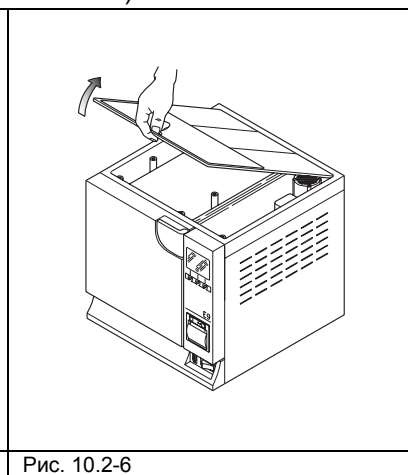
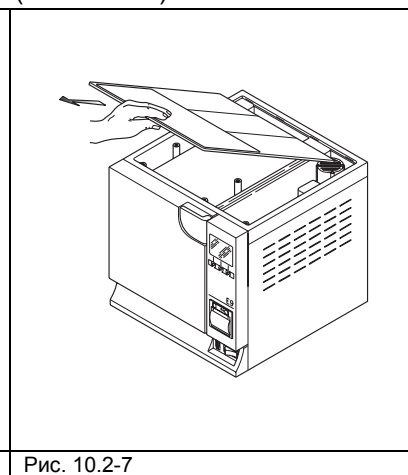

Рис. 10.2-6
Рис. 10.2-7
- поднимите крышку на угол 45° (Рис. 10.2-6) и потяните ее на себя (Рис. 10.2.7).